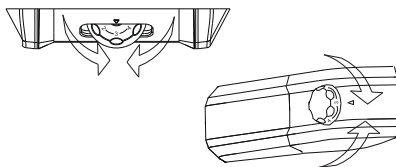

Fig.5
• La regolazione della temperatura, di entrambi i compartimenti, avviene ruotando la manopola del termostato (fig.5).